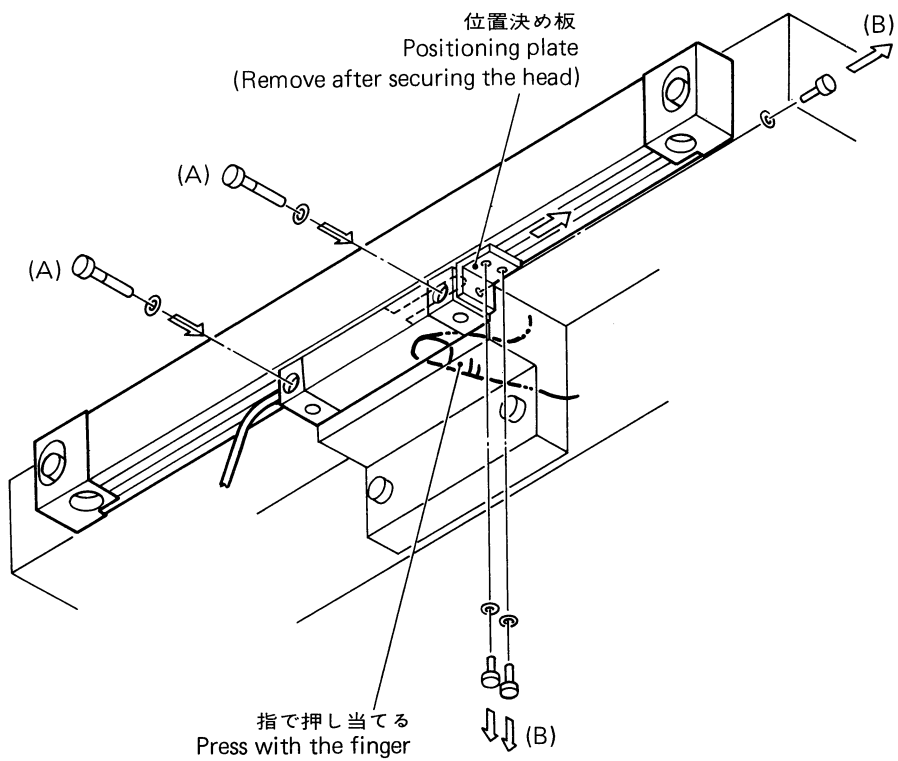
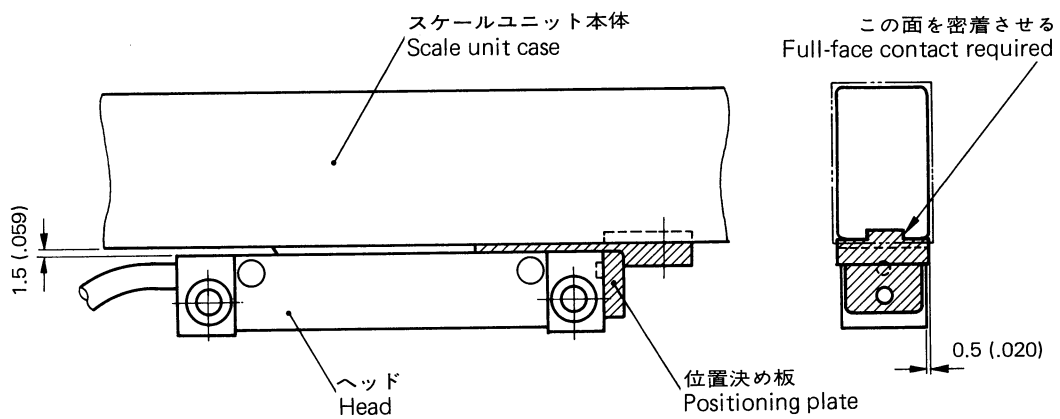

Fig. 19 ヘッドの固定 / Securing the head
Fig. 20 スケールユニット本体とヘッドの位置関係
2-6 ヘッドの固定(Fig.19参照)
ヘッドは、Fig.19に示すごとく、位置決め板および六角穴付ボルトB(M3) 3本で、スケール枠に対して、最良の位置関係(Fig.20参照)で、固定されています。そこで、ヘッド取付面の位置を決める際は、ヘッドと金具との間に付属品のスペーサ等を挿入し、この位置関係からはずれないようにして下さい。また、位置決め板が片側取付けですので、ヘッド固定ボルト A (M4) を締め上げる際には、ヘッドを指で上面に押し当てて、ヘッドとスケール枠との隙間が均一になるように注意して下さい。
ヘッド固定後位置決め板をFig. 19の方向に外して下さい。位置決め板を外さずには絶対に動かさないで下さい。スケールが破損します。
位置決め板がスムーズにぬけ又さし込んでもすきがなくしっくり入れる様な取付が出来れば取付完了です。ガタガタだったり入らないようなら再度Fig. 20に従い位置決め板をさし込みヘッドの金具の調整を行って下さい。これらの板は再取付等に使用しますので保管願います。
The head is fixed on the scale frame by the positioning plate and three hex-recessed head screws B (M3) so that they may be in the best relative positions with each other (see Figs. 19 and 20). When the position of head mounting is determined, insert the spacer (standard accessory) between the head and fitting so that the best relative positions may be maintained.
After securing the head to the seat with no strain on head, you can remove the positioning plate, by removing the screws (B) and pulling the plate in the direction of the arrows in Fig. 19.